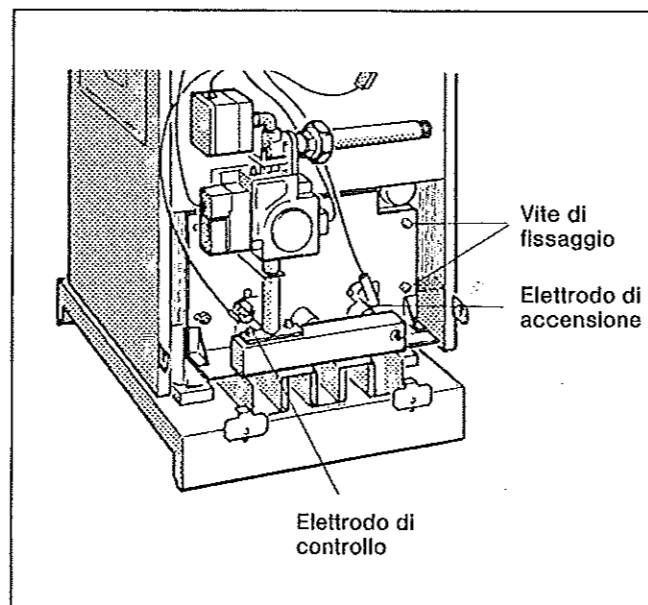

Fig. 23: G_224 L, Bruciatore a gas
- ⊛ Svitare le quattro viti di fissaggio allo schermo ed estrarre il bruciatore (Fig. 23).
- ⊛ Smontare gli elettrodi di accensione e di controllo insieme ai relativi distanziatori dallo schermo del bruciatore (Fig. 23).